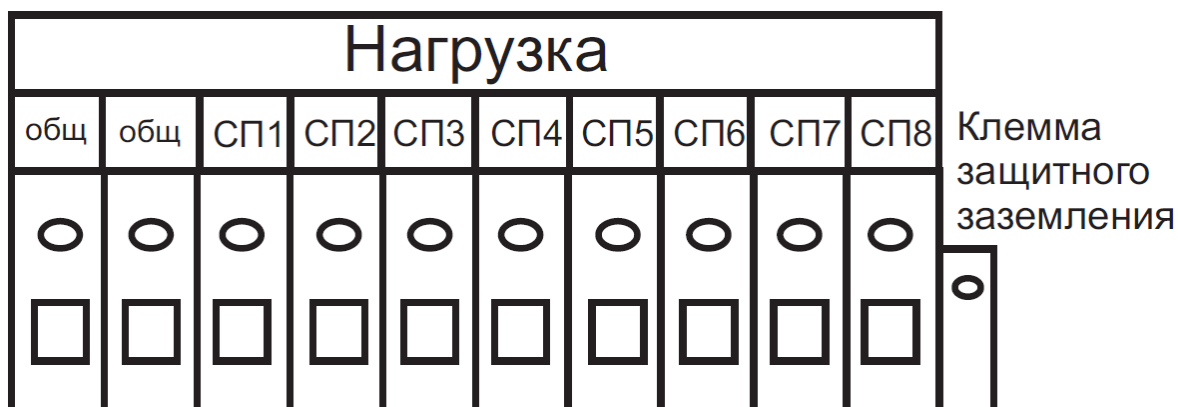

Рис.2 – Подключения нагрузки
- подсоединить кабель нагрузки с сечением медных проводов не менее 6 кв.мм к клеммам «ОБЩ » и «СП1», «СП2», «СП3», «СП4», «СП5», «СП6», «СП7», «СП8» (см. рисунок 2).